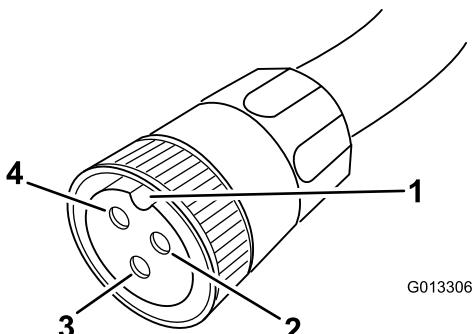

Рисунок 12
2. Держите разъем кабеля так, чтобы паз был направлен на 12 часов (Рис. Рисунок 12).